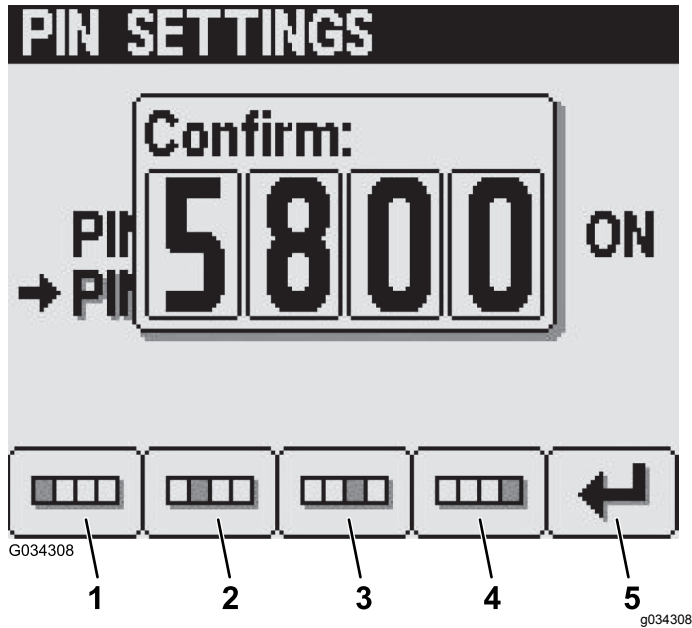

Figura 30
- Confirme su PIN nuevo usando los botones 1 a 4 y pulse el botón 5 cuando haya completado el PIN (Figura 30).
Nota: Después de haber confirmado los ajustes del pin (Figura 30), aparecerá una pantalla de Pin correcto por aproximadamente 5 segundos.